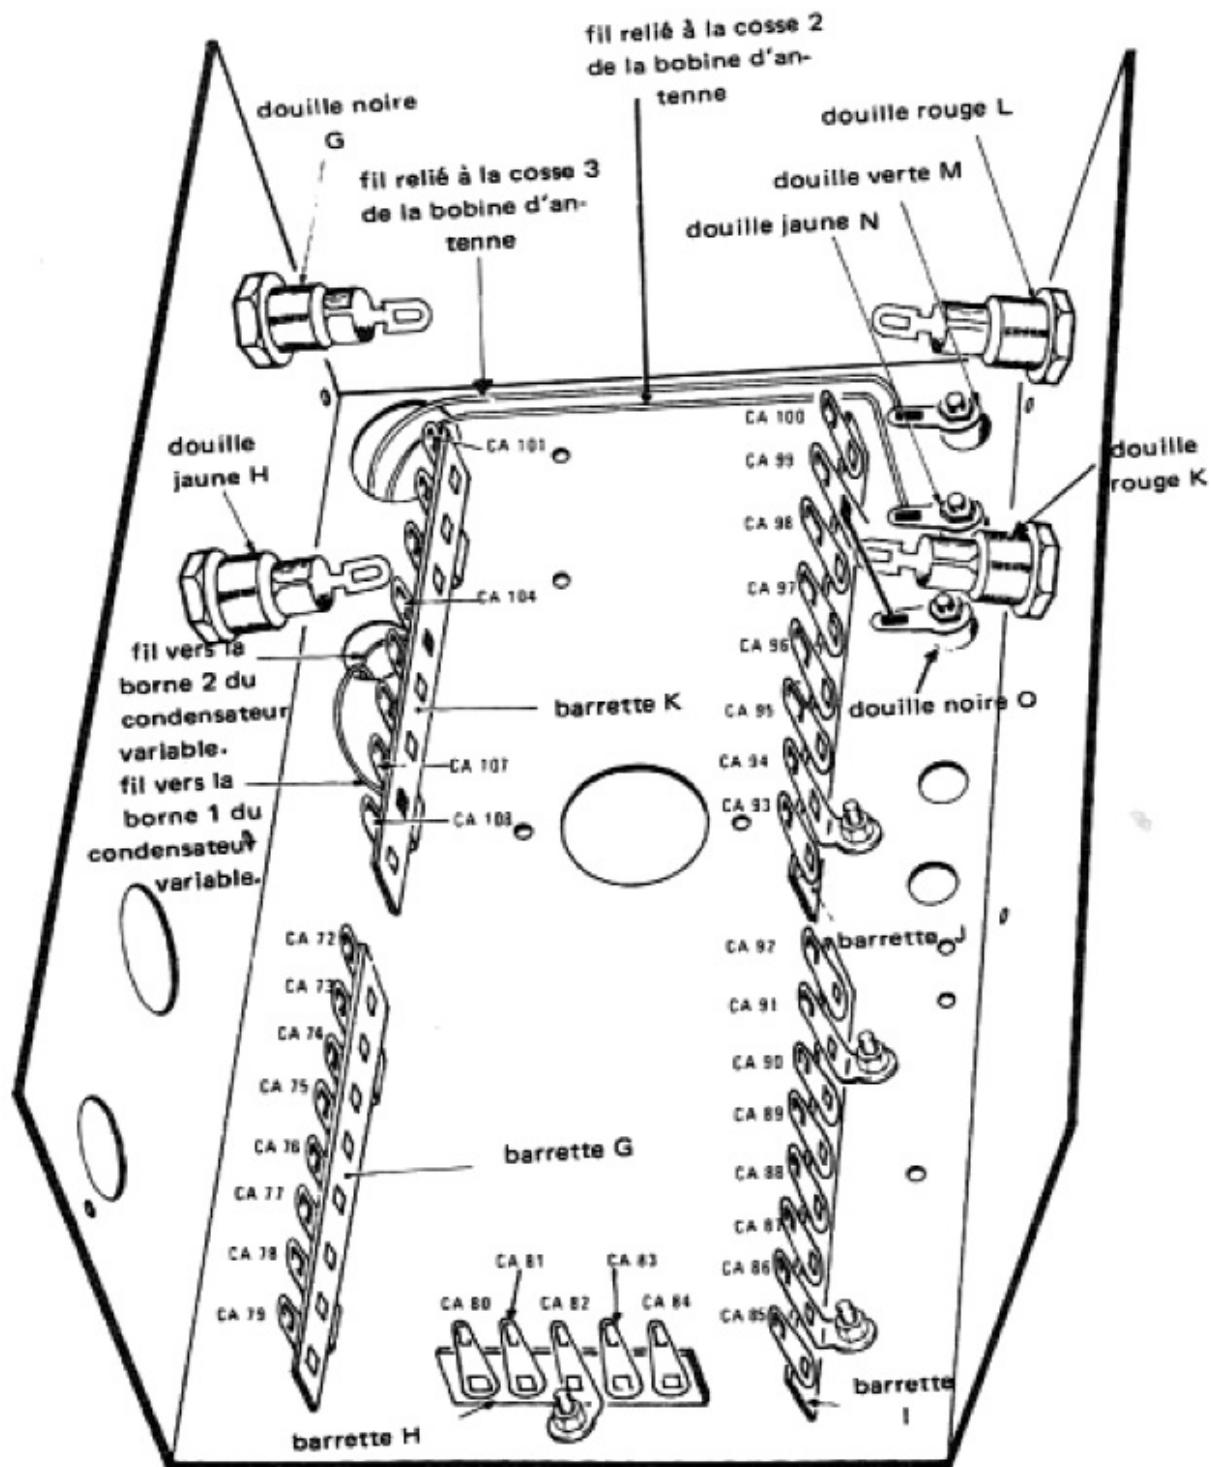

Figure 2
**Après ces opérations, le châssis doit se présenter comme indiqué sur la figure 2.**